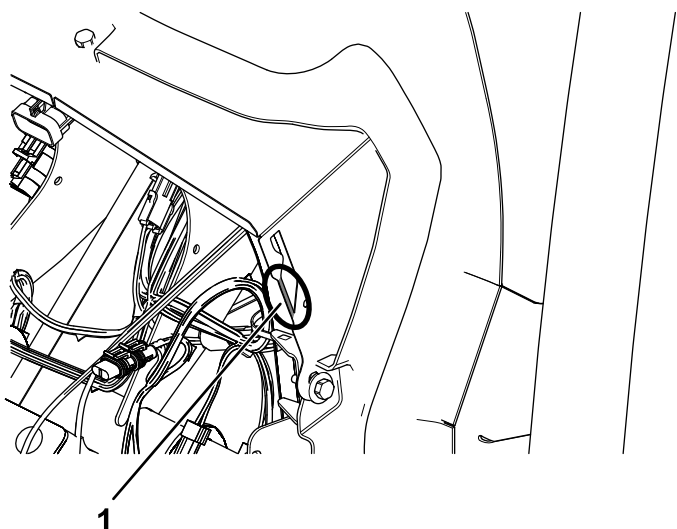

図 41
3. 樋の左右についている金を金ハサミで切り取る 図 41。